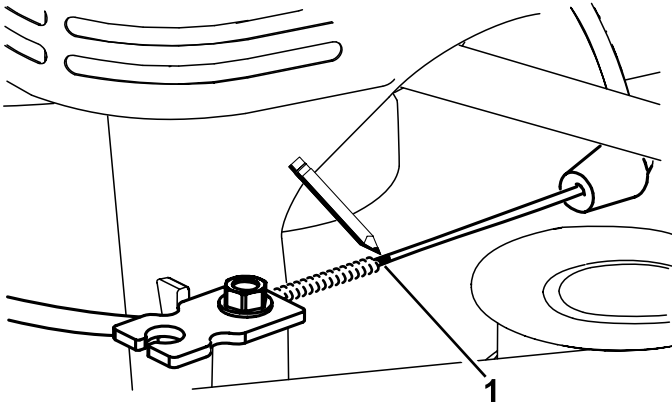
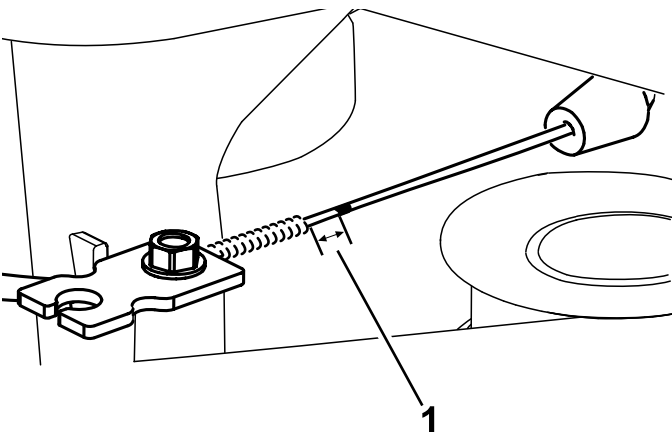

Figura 45
Figura 46
7. Contrassegnete il cavo del freno (Figura 45), quindi regolate la guaina fino a quando si forma un allentamento di circa 11 mm (Figura 46).